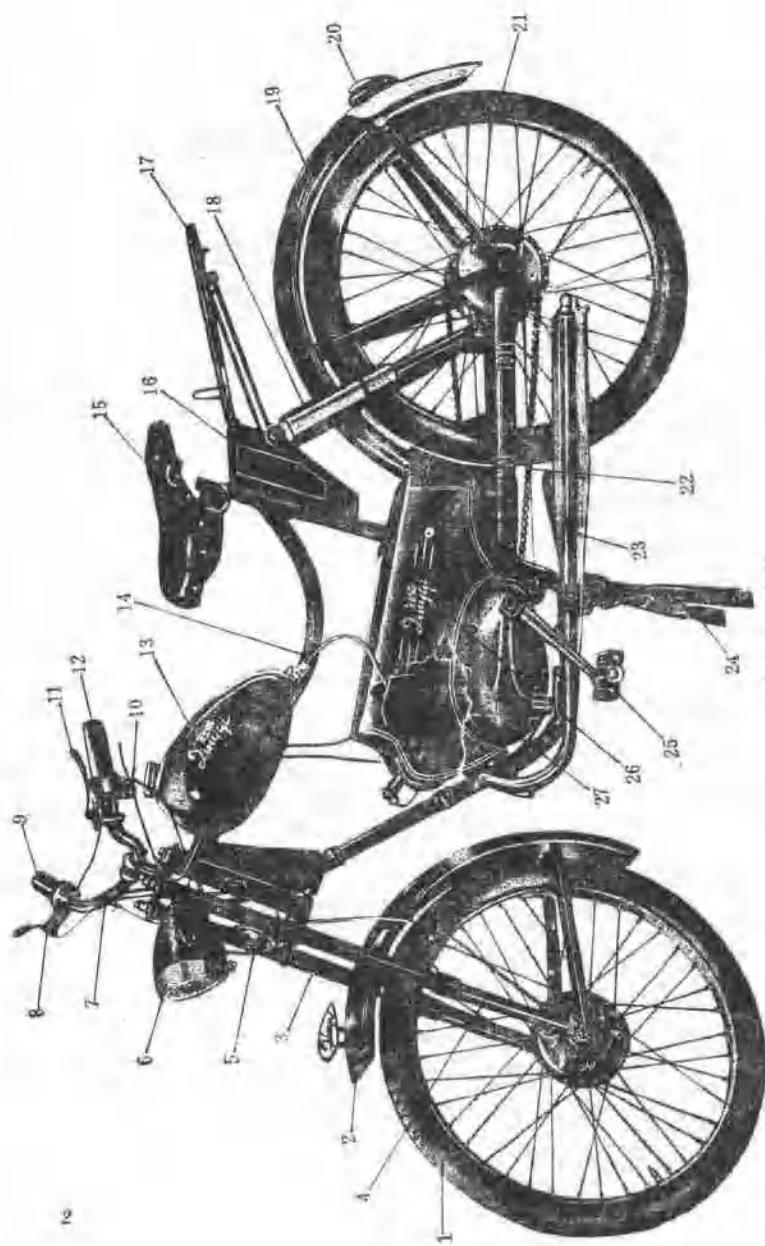

图 1-1 全貌
- 第一节 两用车的构造(见图1-1) (1)
- 第二节 技术数据 (1)
第一节 两用车的构造(见图1-1)